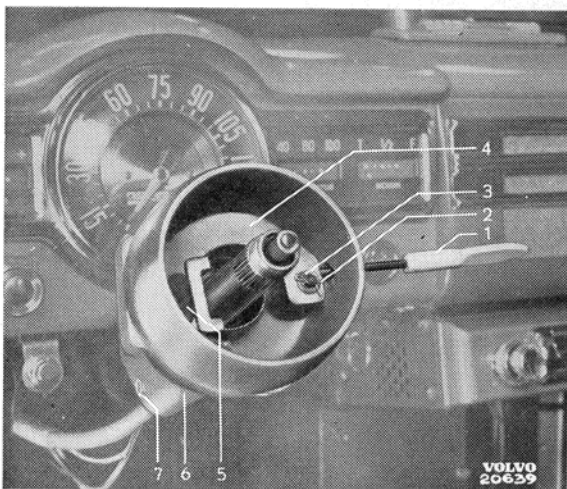

Bild 27.
Skruva ur spaken (1 bild 27) för hävarmen (4). Tag bort saxpinnen (2) och brickan (3) och lyft upp hävarm med gummikudde (5) ur huset (6).
5. Skruva ur klämskruven (7 bild 27) helt och drag huset av ratttröret. Tag bort omkopplare med ledning.